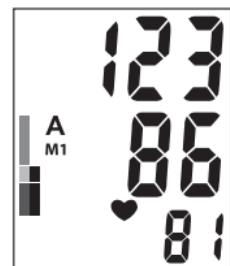
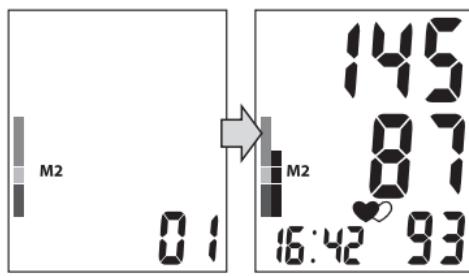

Рис.6
Рис.7
3. Просмотреть содержимое памяти прибора Вы можете, нажав кнопку M1 или M2. При первом нажатии кнопки M1 (или M2) на экране появится среднее значение 3-х последних измерений, сохраненных в память M1 (или M2) (рис. 6). При повторном нажатии кнопки M1 (или M2) на экране появится индикатор выбранной памяти M1 (или M2) и номер ячейки памяти, а через 1 секунду отображается ее содержимое (рис. 7). При отображении содержимого ячейки памяти, дата и время измерения индицируются попеременно в нижней строке дисплея. Каждое нажатие кнопки M1 (или M2) вызывает переход к следующей ячейке памяти.